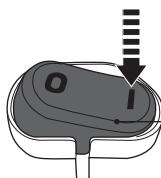

Fig. 20
- > Prima o interruptor On/off (16) para a posição I para ligar o produto (Fig. 20).